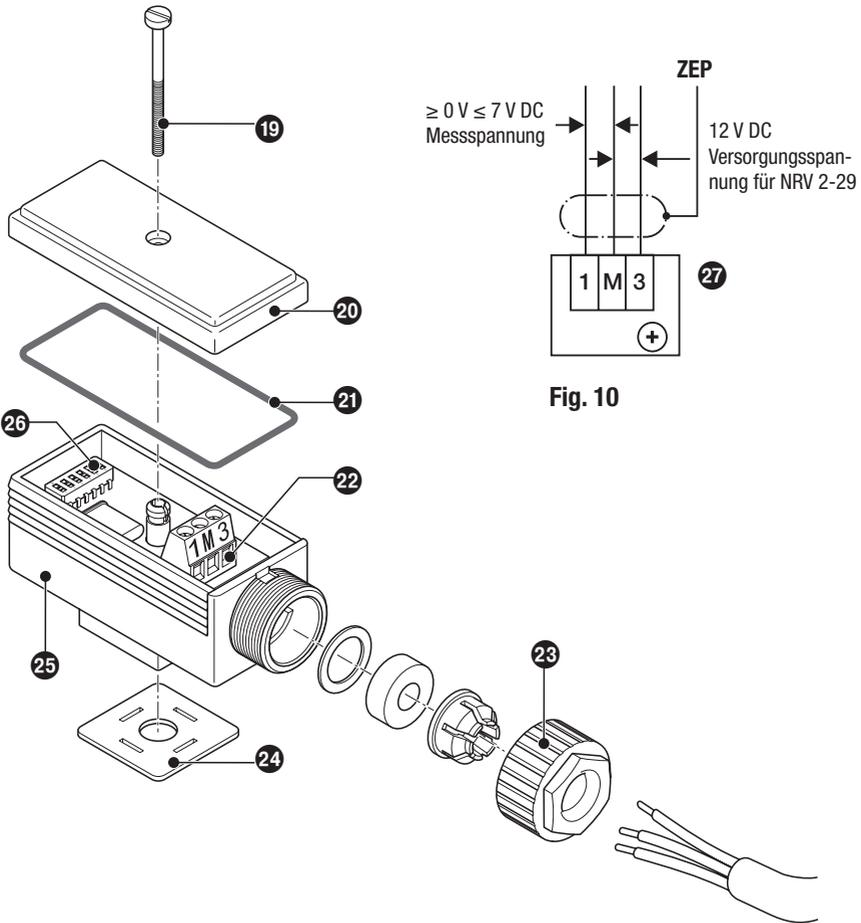

Fig. 9 Elektronikmodul NRV 2-29 im Steckergehäuse
1. Schraube ⑱ lösen. **Fig. 9**
2. Steckergehäuse (Elektronikmodul NRV 2-29) ⑳ von der Niveauelektrode abziehen, Dichtscheibe ㉑ auf der Kontaktplatte liegen lassen.
Innerhalb des Messbereichs der Elektrode kann ein aktiver Messbereich festgelegt werden. Mit dem Kodierschalter 29 **Fig. 9** wird die Länge des aktiven Messbereichs vorgewählt.